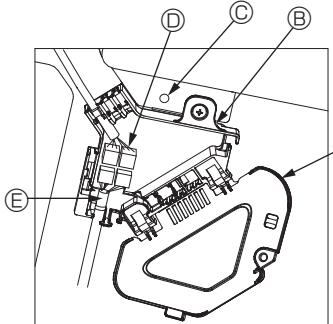
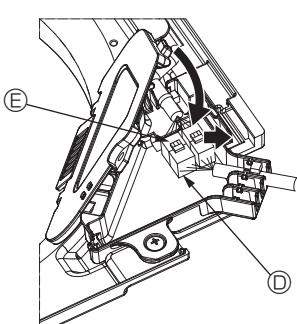

Fig. 10-8
Fig. 10-9
- ① Avlägsna en skruv som håller anslutningsdosans lock och öppna locket.
- ② Anslut anslutningskablarnas kontakt för lamellmotorn och panelmotorns kontakt i anslutningsdosan. (Fig. 10-8)
- ③ Stäng anslutningsdosans lock.
- Skjut locket i pilens riktning när du stänger anslutningsdosan och se till att det sitter fast i sina styrningar. (Fig. 10-9)